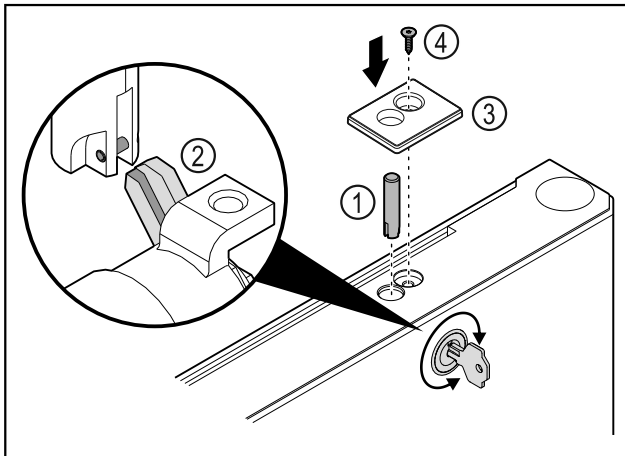

Fig. 46
- ▶ Вставьте запорный палец Fig. 46 (1).
- ▶ Слегка поверните замок, чтобы запорный палец Fig. 46 (2) защелкнулся в пазу замка.
- ▶ Установите крышку Fig. 46 (3).
- ▶ Вставьте винт Fig. 46 (4).